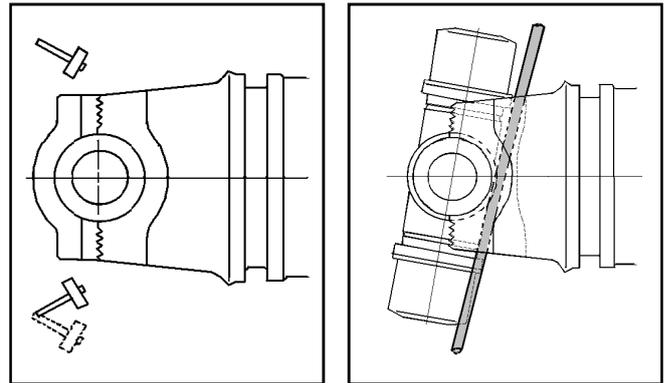

図8 クロスキット部の分解
(2) Nシリーズ、Jシリーズ、190シリーズ (図8)
- ① キャップボルトの回り止めとキャップボルトを外します。
- ② ベ어링キャップの両側面をプラスチックハンマーで交互に叩いてキャップを外して下さい。この時、ヨークとキャップの合せ面やベ어링のアウターレースを叩かないようご注意ください。
- ③ ヨークとクロス間にバーを入れて軽く押し上げると、クロスキットをヨークから取外すことができます。この時クロスキットが落下しない様注意して下さい。
- ④ 他のクロスキット部についても、以上の作業を繰り返して下さい。